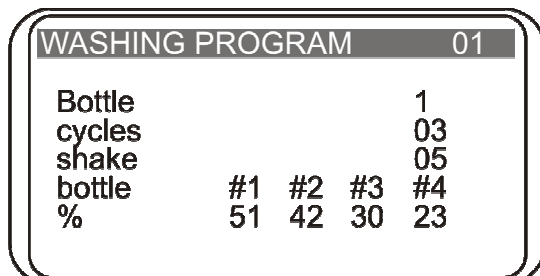

Abb. 7. Meldungen des laufenden Programms
- 4.17. Falls ein 4-Kanalwaschlösungsgewichts-Logger an das Gerät angeschlossen ist, zeigt das Display während des Betriebs folgende Angaben an (Abb. 7): Programmnummer, Nummer der aktiven Flasche, ausstehende Waschgänge und Flaschenrestfüllstand. Für die Abfalllösungsf Flasche wird die eingefüllte Flüssigkeitsmenge basierend auf dem Volumenanteil der 2-Liter-Flasche angezeigt.